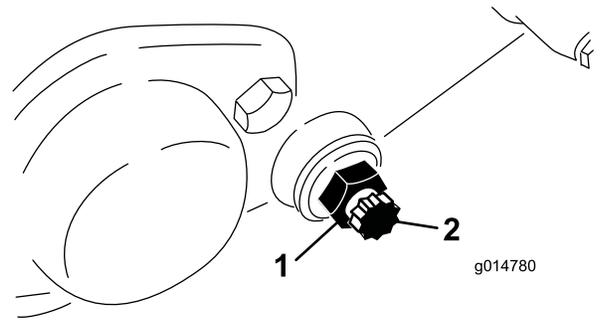

图62
3. 在机器的两侧松开固定底刀架螺栓 图62 的锁紧螺母。
4. 拆下两个底刀架螺栓向下拉动底刀架并从机器上拆下来。保存底刀架 \(图62\) 各端的 2 个尼龙和 2 个冲压钢垫圈。